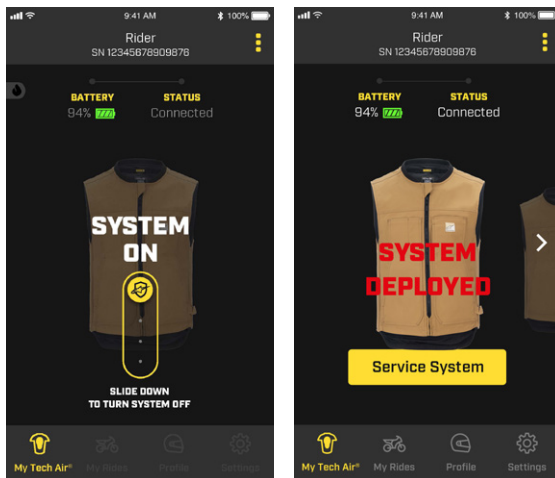

Figure 19
L'application fournit des informations sur le mode de fonctionnement actuel du système, en vérifiant si le système fonctionne correctement ou non. L'indication "SYSTEM ON" affichée à l'écran indique que le contrôle du système a été effectué avec succès et que le système est actif. Pendant la conduite, le mode "SYSTEM ON" est actif et par conséquent, pour des raisons de sécurité, l'utilisateur ne peut pas accéder à la plupart des fonctions de l'application. Si le système doit être désactivé par l'utilisateur, par exemple lors d'une séance de conduite intensive en tout-terrain, le système peut être désactivé à l'aide de l'icône de glissement de l'application (comme illustré à la figure 19). Pour réactiver le système, ouvrez et fermez le Zip d'activation (1).
En cas de déploiement, l'application affichera l'état correspondant avec la mention "SYSTÈME DÉPLOYÉ", comme le montre la figure 19.